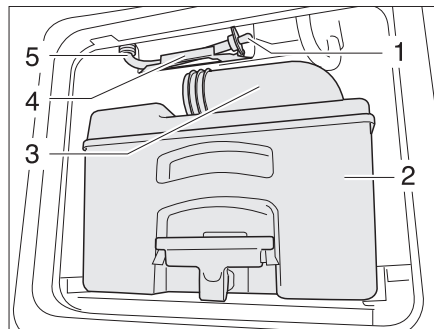

Fig. 245 Tuyau d'écoulement réservoir d'eau toilettes
- Vider la cassette (Fig. 245,2) dans une station d'évacuation autorisée et la nettoyer.
- Laisser la tubulure d'évacuation (Fig. 245,3) ouverte.
- Retirer le tuyau d'écoulement (Fig. 245,5) de son support (Fig. 245,4).
- Retirer le bouchon d'écoulement (Fig. 245,1) et laisser s'écouler le reste d'eau.